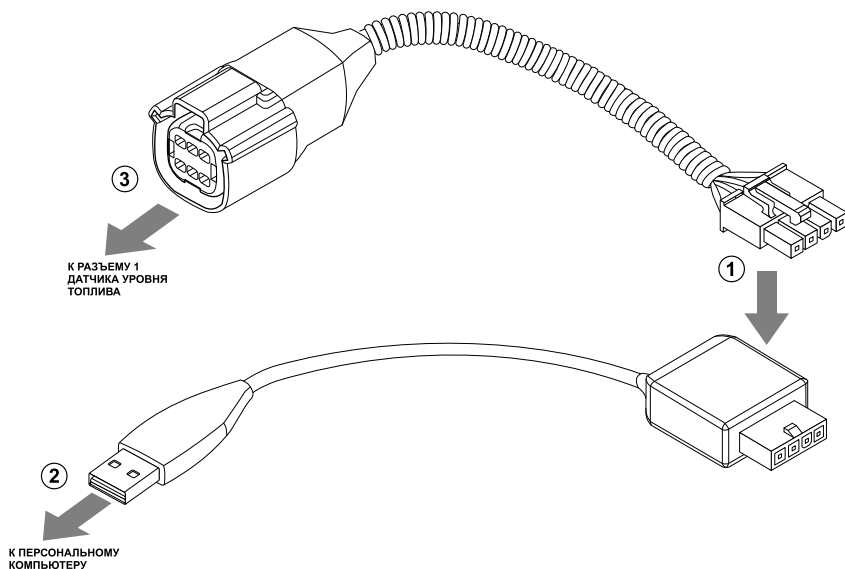

Рис.2. Подключение датчика к ПК.
Подключение датчика к ПК осуществляется с помощью специального адаптера (см. рис.2).
- подключить четырехконтактный разъем адаптера к четырехконтактному разъему переходного кабеля (рис.2, п.1);
- подключить USB разъем адаптера к ПК (рис.2, п.2);
- подключить другой конец переходного кабеля к Разъему 1 датчика уровня топлива (рис.2, п.3).